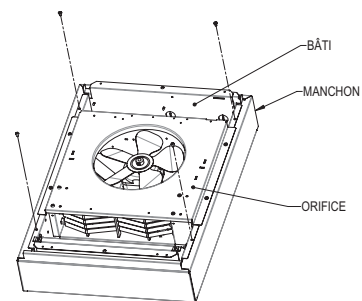
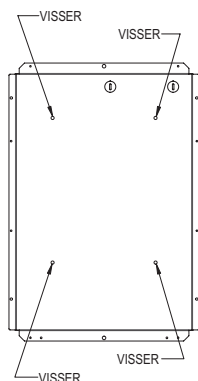
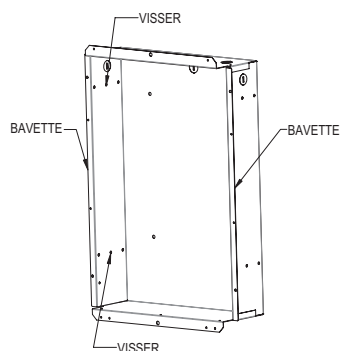

FIG. 6
FIG. 7
FIG. 8
3. À l'aide des vis fournies avec le manchon, fixer ce dernier sur le bâti (voir la figure 6).
4. Enlever l'orifice du bâti (voir la figure 6) en dévissant les quatre (4) vis.
5. Percer l'entrée défonçable (KO) qui sera utilisée, puis y insérer le fil muni d'un connecteur.
6. Appuyer le bâti contre le mur, le mettre à niveau, puis visser les quatre (4) vis à bois (non fournies) dans les trous prévus à cet effet (voir la figure 7).
3. Enlever l'orifice du bâti (voir la figure 6) en dévissant les quatre (4) vis.
4. Percer l'entrée défonçable (KO) qui sera utilisée, puis y insérer le fil d'alimentation muni d'un connecteur.
5. Insérer le bâti dans l'ouverture, en appuyant la bavette contre le mur. Visser deux (2) vis à bois (non fournies) dans le montant de gauche et deux (2) autres vis à bois (non fournies) dans le montant de droite, dans les trous prévus à cet effet (voir la figure 8).